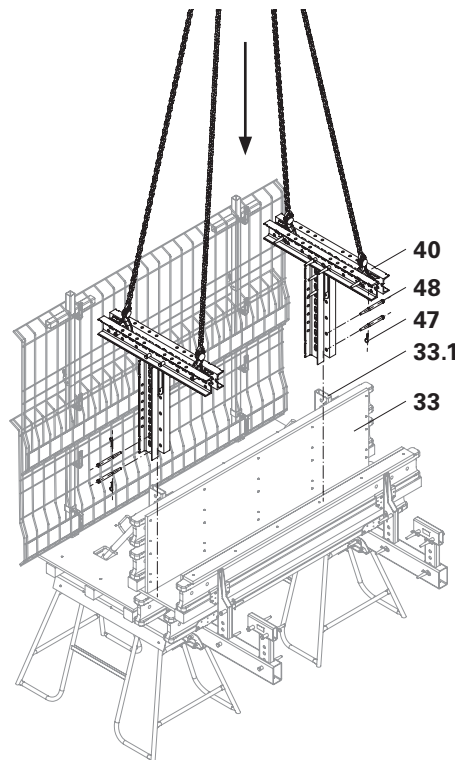
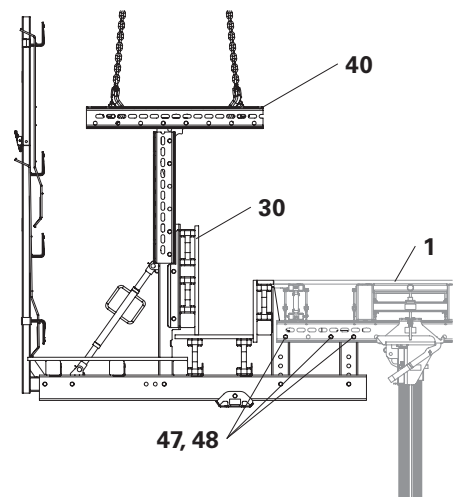

Fig. C1.08
Fig. C1.09
1. Infilare su ogni lato 1x braccio per montaggio VD (40) sulle travi esterne (33.1) della cassaforma esterna VD 250/265 (33), collegare con 2x perno calibrato Ø 21 x 120 (48) e fissare con inserto a molla 4/1 (47). (Fig. C1.08)
2. Agganciare alla gru con imbracatura a quattro funi il braccio per montaggio VD (40) dell'unità per trave ribassata perimetrale 250/265 (30).
3. Infilare l'unità per trave ribassata perimetrale 250/265 (30) nel tavolo per solaio (1).
4. Collegare l'unità per trave ribassata perimetrale 250/265 (30) con 3x perno calibrato Ø 21 x 120 (48) per lato e fissare con inserti a molla 4/1 (47). (Fig. C1.09)